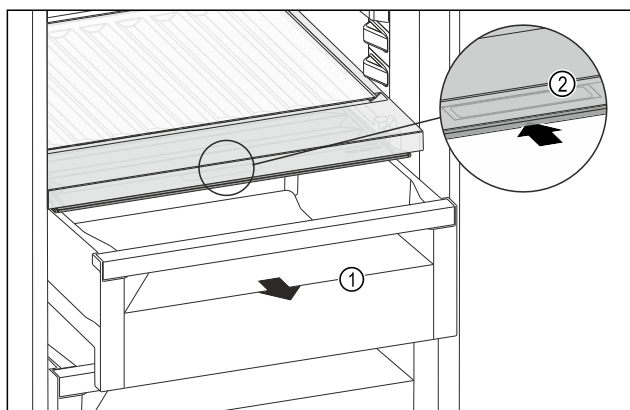

Fig. 229
- ▶ Извлеките выдвижной ящик Fig. 229 (1).